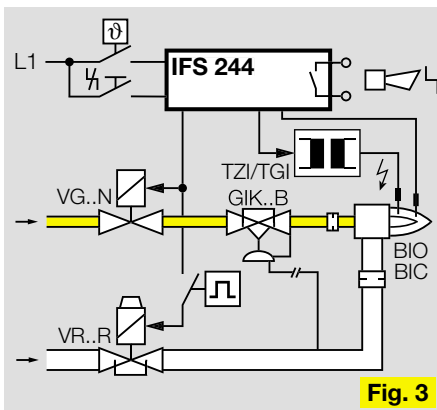

Fig. 3
- Fig. 3 Brenner mit Zwangsluft.
- Fig. 3 Burner with forced air
- Fig. 3 Brûleur à air soufflé